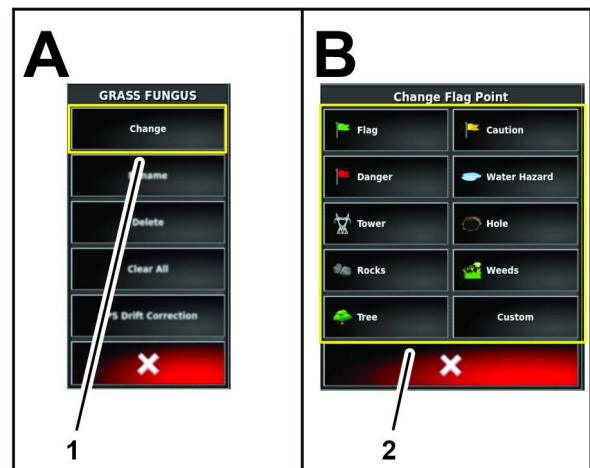

Bild 84
1. Tippen Sie im Menü Markierungspunkt bearbeiten auf das Symbol ÄNDERN (Bild 84).
2. Tippen Sie im Menü Markierungspunkt ändern auf das Symbol für den Markierungspunkttyp (Bild 84).